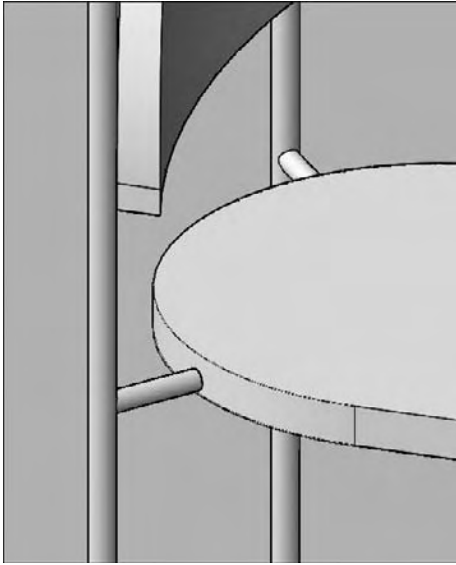

Fig.14.18
- 9] La jonction du siège et des pieds arrière peut se faire par deux petits cylindres de rayon 0.8 cm que vous pouvez joindre aux pieds par une opération booléenne d'addition (fig.14.18).